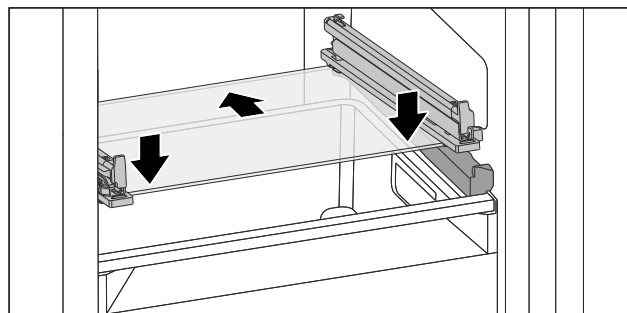

Fig. 121 Skleněná deska odklápěcí zásuvky
- ▶ Nasadíte skleněnou desku šikmo za zářezky. (viz Fig. 121)